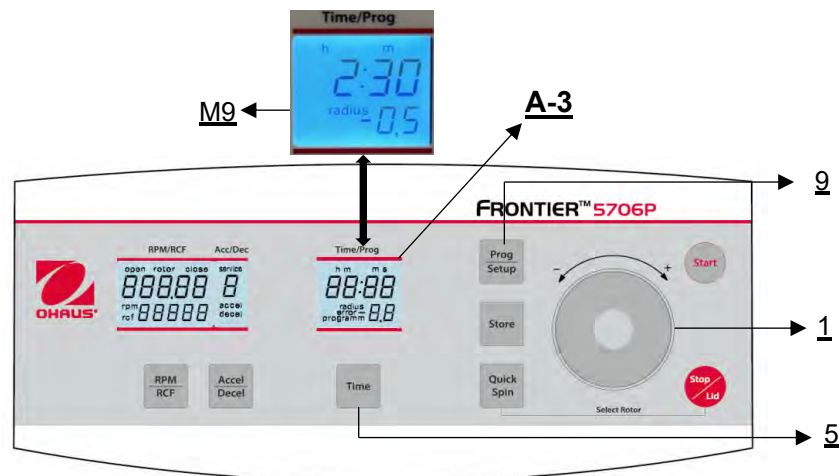

Figure 20
Fermer d'abord le couvercle de la centrifugeuse, puis appuyer simultanément sur les touches **"Time"** (5) et **"Prog/Setup"** (9) et les maintenir enfoncées (voir figure 20).